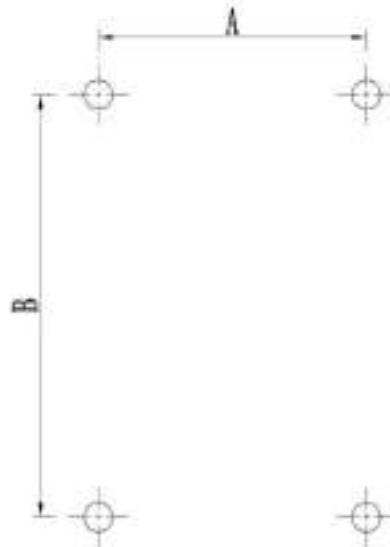

图 3-6 A~G 尺寸机型安装固定孔示意图
1) 为保证变频器的正常运行, 需要对变频器进行可靠地固定, 请按照表 3-3 和图 3-6 预先打好安装固定孔, 并按照表 3-3 使用指定紧固件。